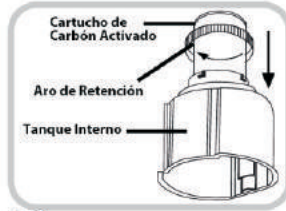

Fig.8
3. Para instalar el Filtro de Carbón Activado voltee el Tanque Interno hacia abajo. Asegúrese que el Aro O Grande esté colocado en la parte superior del filtro y colóquelo en el Tanque Interno. Deslice hacia abajo el Aro Retenedor y coloque en línea las clavijas con las aberturas de la base del Tanque Interior. Gire en el sentido de las agujas del reloj para asegurar el filtro (Fig. 8).